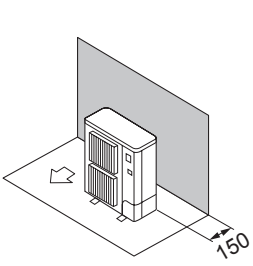

Fig. 2-7
- ① Yalnızca arkadaki engeller (Fig. 2-7)